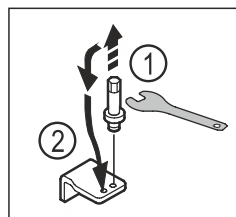

Fig. 14
- ▶ Отвийте болта на долната лагерна стойка с външен шесткантов ключ SW5. Fig. 14 (1)
- ▶ Поставете болта от другата страна. *Fig. 14 (2)*